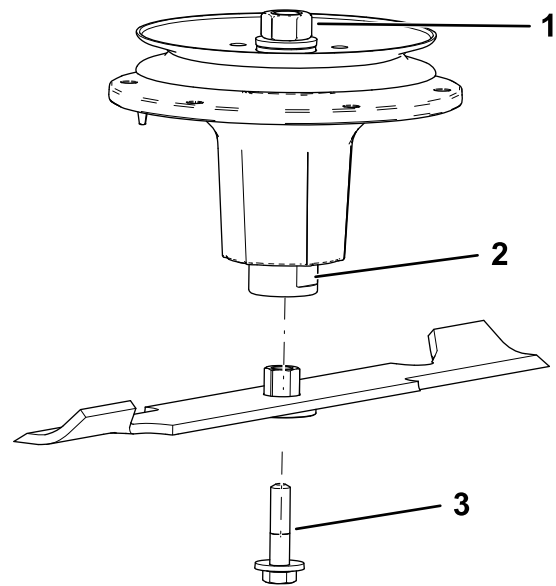

Figure 77
2. Installez l'ensemble douille et lame sur l'axe de pivot (Figure 77).